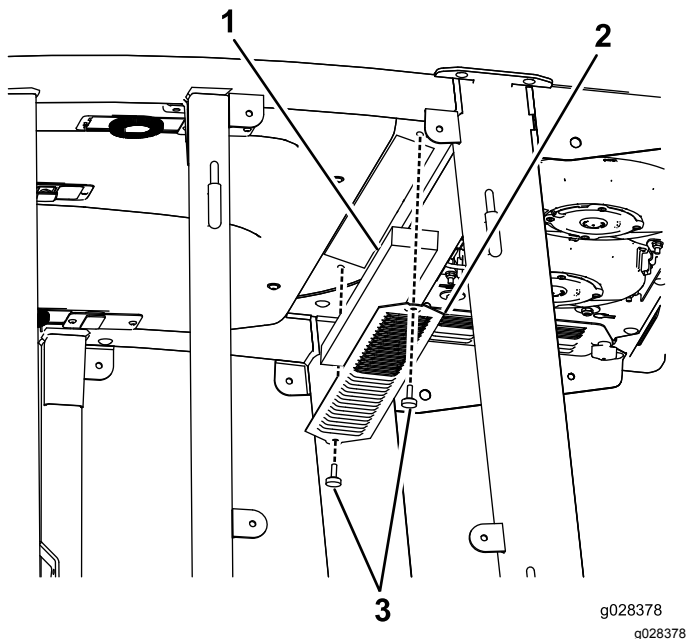
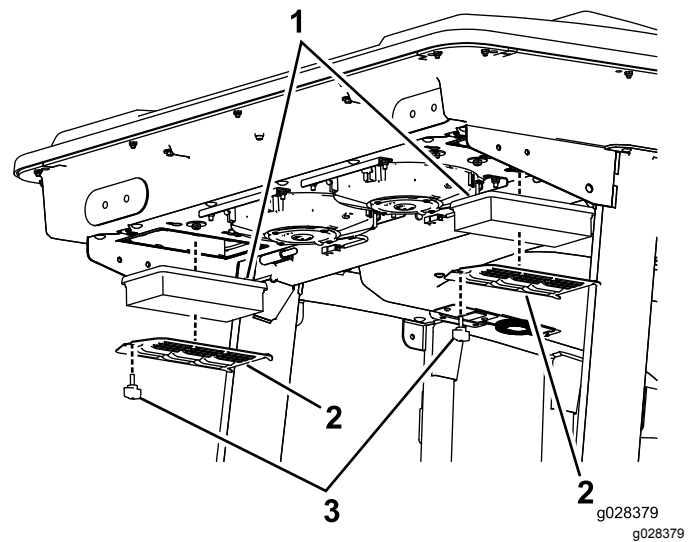
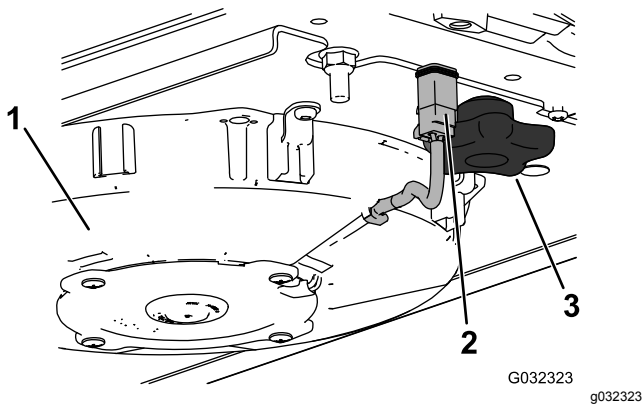
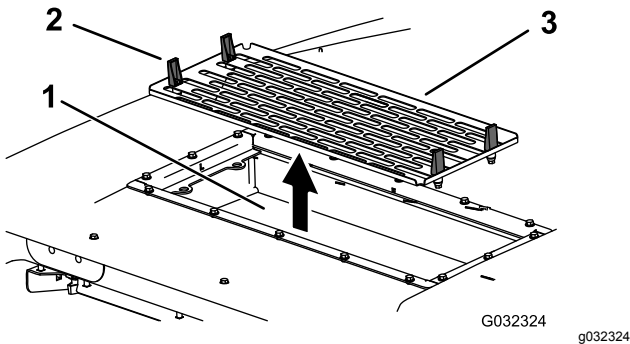

Figura 115
Figura 116
Figura 117
Figura 118
1. Retire los tornillos y las rejillas que cubren el filtro interior y el trasero de la cabina (Figura 115 y Figura 116).
5. Retire los filtros de aire (consulte Figura 116).
7. Instale los filtros de aire, la rejilla y el conjunto del ventilador (Figura 116, Figura 117 y Figura 118).
8. Conecte el cable de cada ventilador (Figura 117).